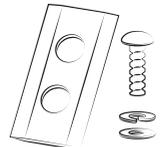

Рис. 22 Обслуживание ножей
2. Переверните газонокосилку, при необходимости удалите застрявшие предметы (Рис. 22).
4. Открутите винты крепления снимите неисправные ножи (Рис. 22).